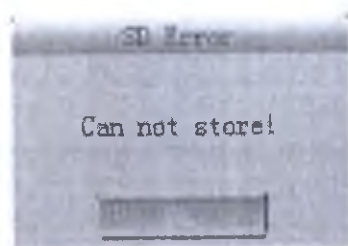

Рис. 13-11-2
(2) Если вы выберете режим «Только сохранение» и нет SD-карты или произошла ошибка SD-карты, появится сообщение, как показано на рис. 13-11-2, которое оповещает пользователя, что хранилище отключено из-за ошибки SD-карты.